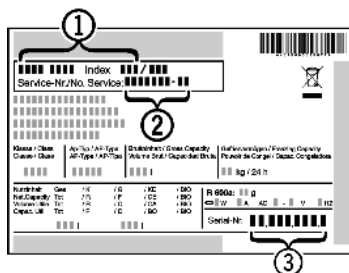

Fig. 10
- ▶ Contact opnemen met de Technische Dienst en het probleem, apparaataanduiding Fig. 10 (1), service-nr. Fig. 10 (2) en serie-nr. Fig. 10 (3) mededelen.